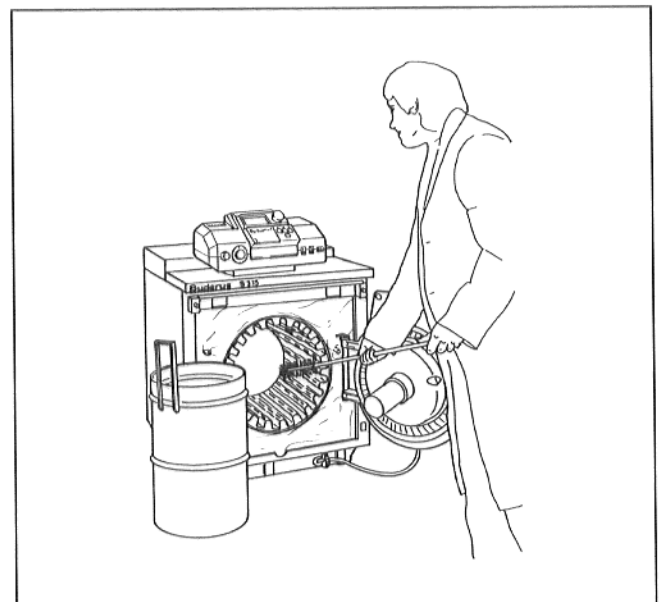

Abb. 26
- Heizflächen mit der Reinigungsbürste in horizontaler Richtung durchbürsten, Verbrennungsrückstände entfernen (Abb. 26).